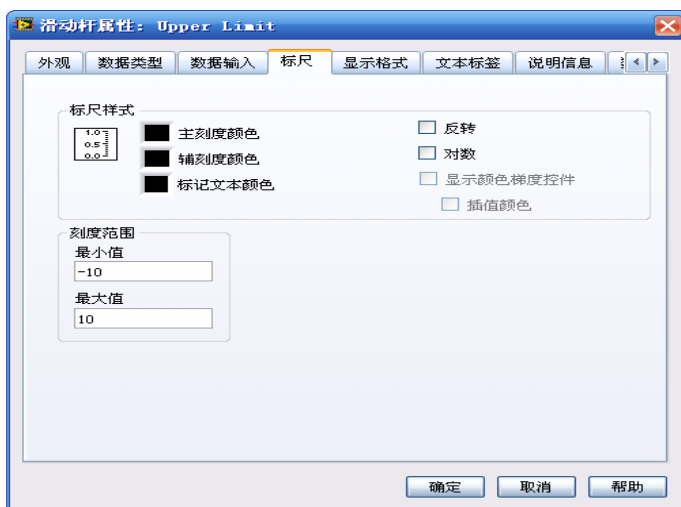
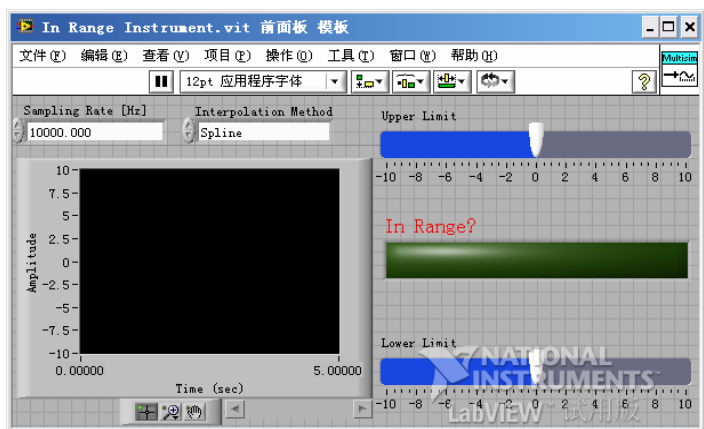
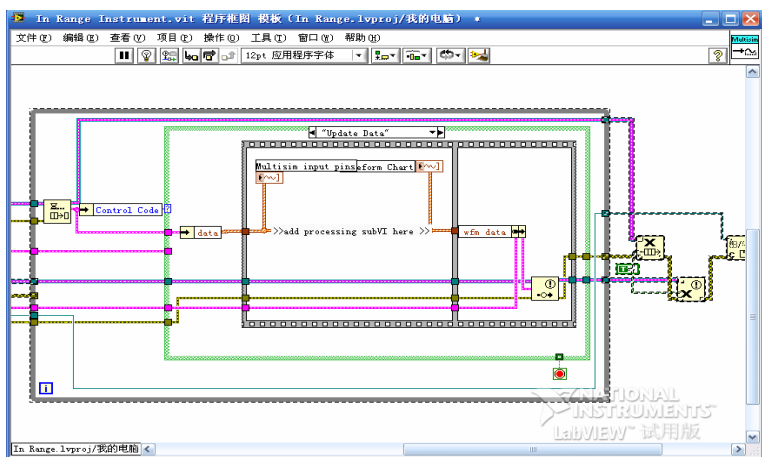

图 6-39 改变标尺滑动范围
图 6-40 改变后的前面板图
图 6-41 未自定义 Input 仪器流程框图
定义上限值，鼠标移到滑动条上，在滑动杆上单击鼠标右键，系统弹出 Upper Limit 滑动杆属性对话框，如图 6-39 所示，在标尺里改变滑动范围值。
在控件选板中选择子控件布尔选板，选择长方指示灯，作为超限报警(In Range?)。图 6-40 为完成设计后的前面板图。图 6-40 完成设计后的前面板图与图 6-39 刚打开 LabVIEW 软件.vit 前面板有很大不同，已把人机互动操作控件都移出视线之外。
4) 完成自定义仪器流程框图。在如图 6-40 所示的.vit 前面板的操作界面上，同样按〈Ctrl+E〉组合键，或单击“窗口”→“显示程序框图”命令，则弹出如图 6-41 程序框图，在这里完成自定义仪器要完成的功能。